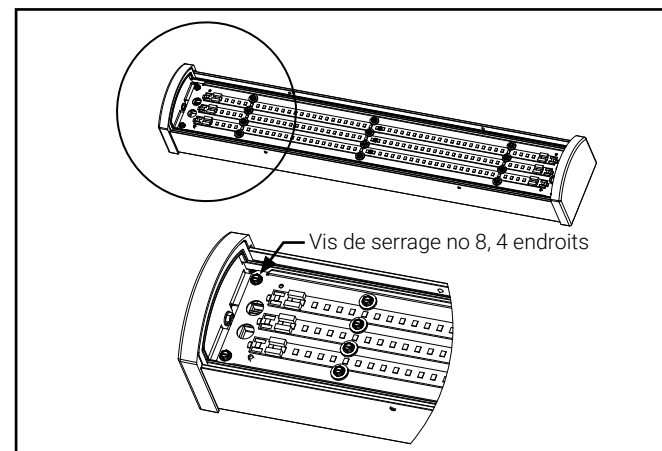

Figure 2.
3. Retirez la plaque métallique des DEL du boîtier. Retirez les quatre (4) vis aux extrémités de la plaque métallique afin de pouvoir accéder à l'intérieur du canal pour le montage et le câblage (Figure 2).